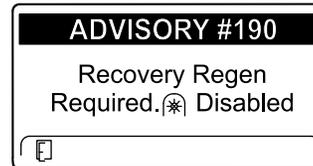

Figura 57
- Recovery regen required (Es necesaria una regeneración de recuperación) ADVISORY #190 (Aviso n.º 190) (Figura 57)